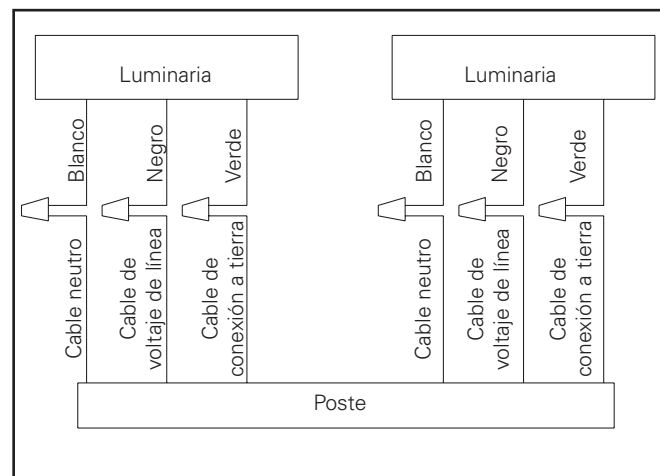

Figura 14.
9. Conecte los cables de alimentación a los terminales de la luminaria. (Figura 14.)